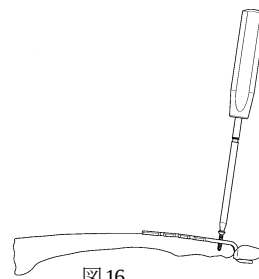

図 16
- 1) 3.5 コーティカルスクリューを鎖骨用ショートドライバーにて、2.7 コーティカルスクリューをヘクスローブ 10 ドライバーにて抜去します。(図 16)